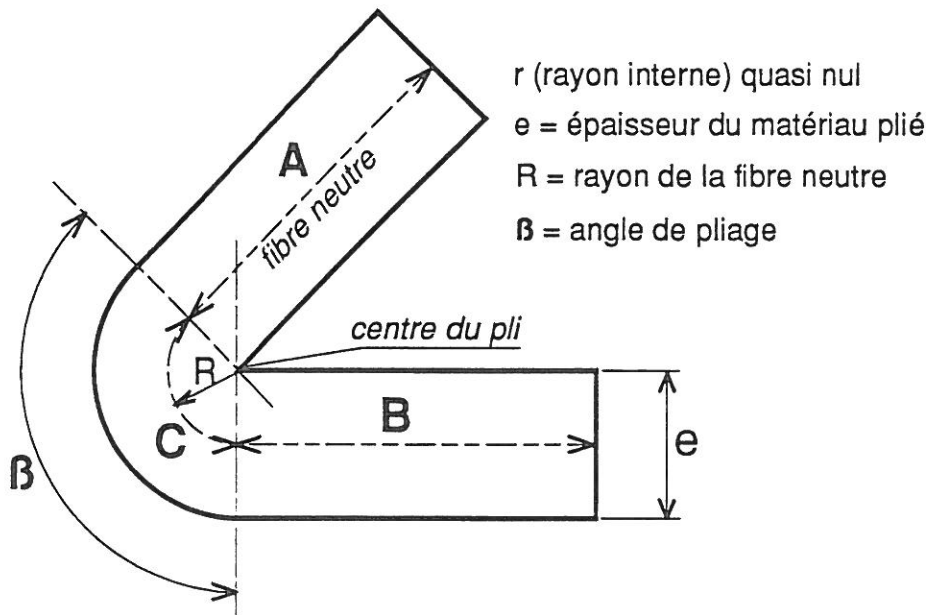

fig. 65
(2) FIBRE NEUTRE À MI-ÉPAISSEUR AVEC RAYON INTERNE (R) QUASI-NUL (fig. 65)